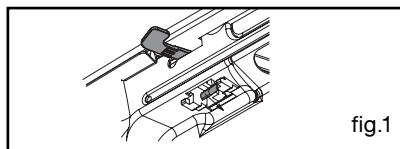

fig.1
Prima a presilha que se encontra por debaixo do painel, até à engrenagem do sistema e depois feche a porta (fig.1).
- Para maior estabilidade, fixe o forno no móvel utilizando 2 parafusos através dos buracos previstos para esse fim nos pilares laterais (fig. 1)
• Grelha de segurança antibasculamento (fig.1)